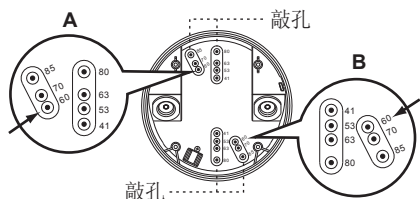

图 16
3.3.4.1 表面安装接线盒的底盖上有 7 对穿孔，间距从 41 mm 至 85 mm 不等，可选择用于不同的安装应用（见图 16）。针对相应的固定距离，在两端需选择两个相同的数值（见图 17）。